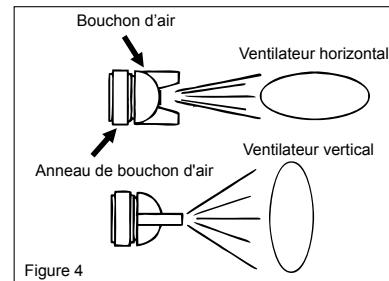

Figure 4
- Ajustez les directions du bouchon d'air d'être horizontale ou verticale comme demandé en desserrant l'anneau du bouchon d'air de 90 degrés avec la main. Serrez à la main l'anneau du bouchon d'air après l'ajustement. (Voir la Figure 4)